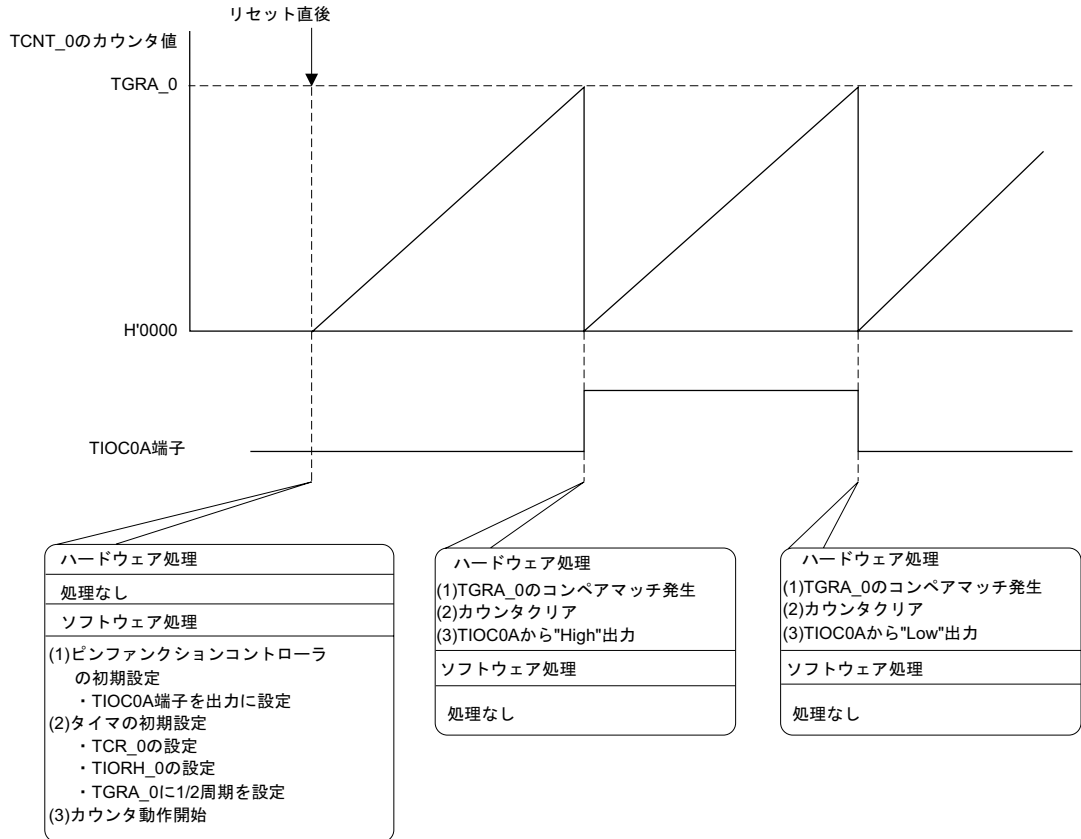

図 2.6 パルス出力動作原理
(1) 図2.6に動作原理を示します。図に示すようにSH7145のハードウェア処理およびソフトウェア処理により、パルスを出力します。